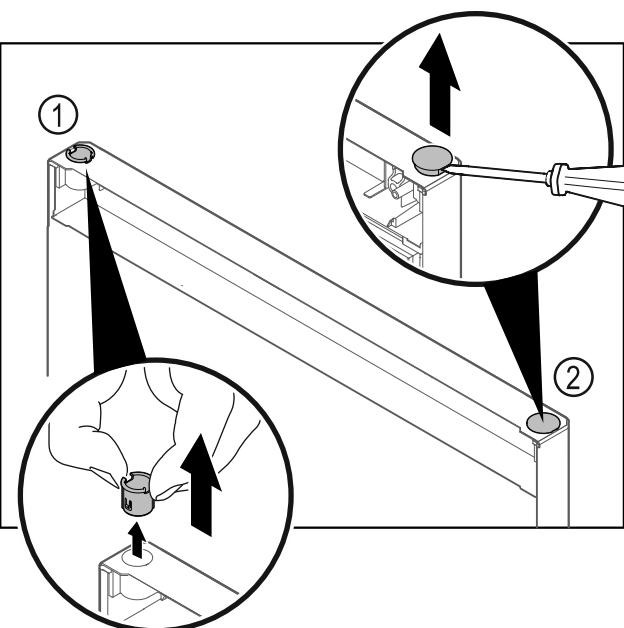

Fig. 19
► Izvucite čahuru šarke Fig. 19 (1) prstima.
► Odvijačem s ravnom glavom oprezno podignite čep Fig. 19 (2) i izvadite ga.